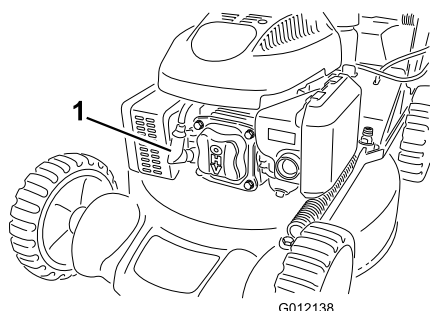

Figure 20
2. Débranchez le fil de la bougie (Figure 20) avant de procéder à un quelconque entretien.
2. Débranchez le fil de la bougie (Figure 20).